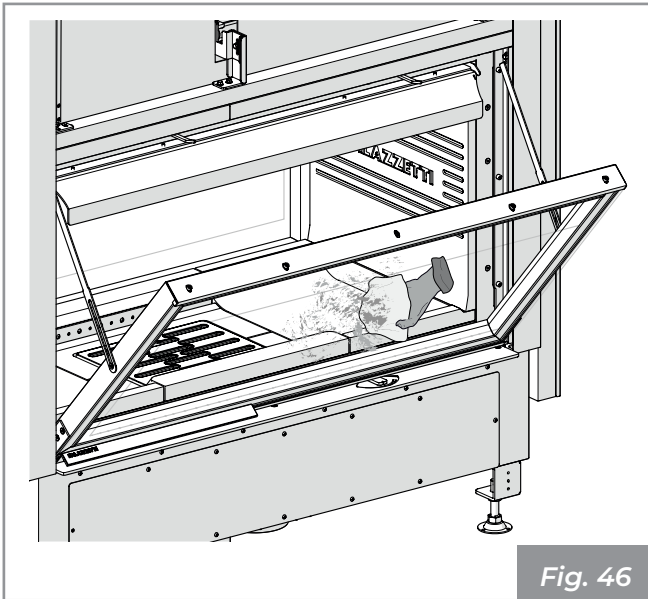

Fig. 46
- 3) Pulire il vetro con un panno umido o con della carta inumidita e passata nella cenere (Fig. 46). Si possono anche usare dei detersivi adatti per la pulizia dei forni da cucina.